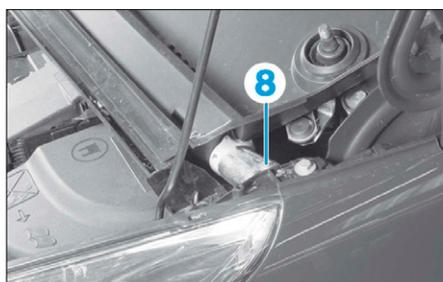

FIG. 64
- Ecarter la grille d'aévent et extraire les durits d'évacuation d'eau (8) des ailes avant (de chaque côté) (Fig.64).